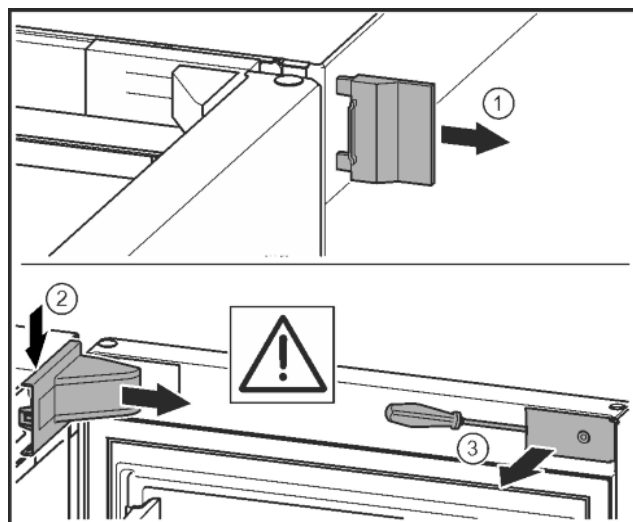

Fig. 7
▶ Снять внешнюю крышку. Fig. 7 (1)
▶ При помощи отвертки освободить крышку опорного кронштейна и отсоединить. Снять крышку опорного кронштейна. Fig. 7 (2)
▶ Шлицевой отверткой вывести накладку из зацепления и отвести в сторону. Fig. 7 (3)